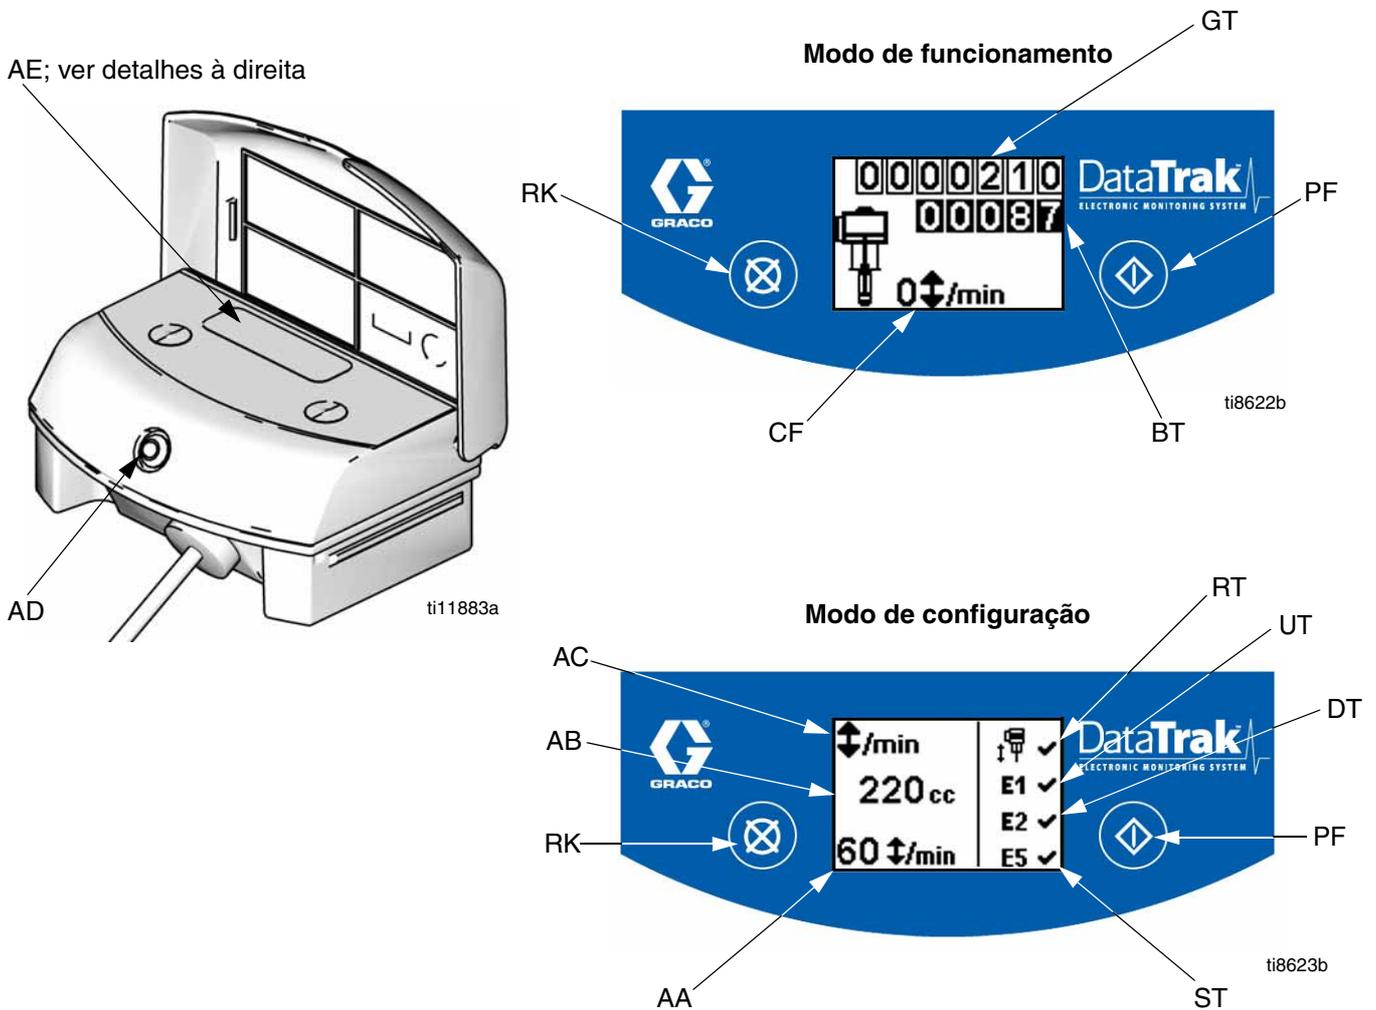

FIG. 8. Controlos e Indicadores do DataTrak
## Chave para FIG. 8.
1. Consultar FIG. 8. Premir continuamente  durante 5 segundos até aparecer o menu de configuração.
**NOTA:** No caso de desferragem, as opções de erro E1, E2 e E5 são activadas e  aparece no ecrã de configuração. Consultar FIG. 8.
1. Consultar FIG. 8. Se ocorrer desferragem da bomba, é activado o solenóide de segurança em caso de desferragem, parando a bomba. O LED (AD) fica intermitente e o visor (AE) indica uma condição de desferragem (consultar Tabela 1). O visor irá percorrer seis ecrãs de instruções.
2. Visores de segurança 1 e 2: Para reiniciar o solenóide de desferragem, fechar a válvula pneumática principal (E). Aguarde até que o ar sangue completamente para fora do motor pneumático.
5. Abrir a válvula pneumática principal (E) para reiniciar a bomba.
**NOTA:** Para desactivar a monitorização de desferragem, aceder ao modo de configuração e definir o valor de desferragem para 0 (zero) ou desactivar (RT)  (consulte FIG. 8).
1. Consultar FIG. 8. Para aceder ao modo de arranque/esvaziar, premir qualquer tecla para activar o visor e, em seguida, premir  Aparece o símbolo de arranque/esvaziar no visor e o LED fica
Consultar FIG. 8. O último algarismo do totalizador de lote (BT) representa as décimas partes de galões ou de litros. Para reiniciar o totalizador, premir qualquer tecla para activar o visor e, em seguida, manter  premida durante 3 segundos.
Consultar FIG. 8. Em modo de funcionamento, o visor (AE) desliga-se após 1 minuto de inactividade ou após 3 minutos no caso do modo de configuração. Premir qualquer tecla para activar o visor.
O DataTrak consegue diagnosticar diferentes problemas da bomba. Quando o monitor detecta um problema, o LED (AD, FIG. 8) fica intermitente e aparece um código de diagnóstico no visor. Consultar Tabela 1.